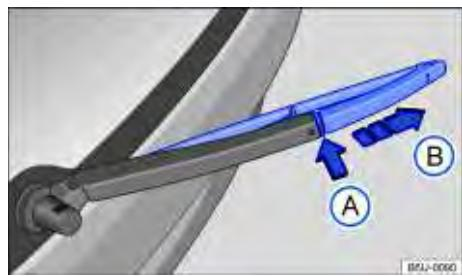

Fig. 136 Substituir a palheta do limpador do vidro traseiro.
- Manter a tecla de destravamento ⇒ Fig. 136 ① pressionada.
- Retirar a palheta do limpador do vidro traseiro no sentido da seta ②.